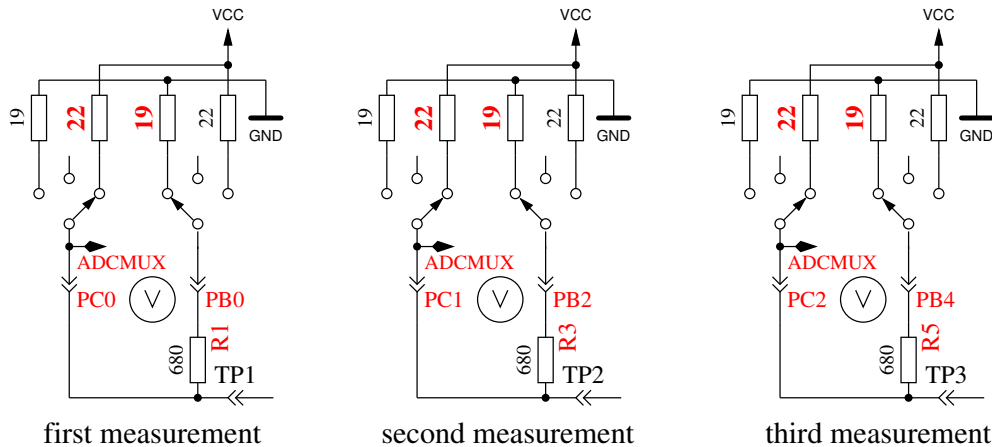

Abbildung 5.41: Messung des Innenwiderstandes des auf VCC geschalteten Port C Ausgängen.
8. **Messung des Innenwiderstandes von auf VCC geschalteten Port Ausgängen.** Der benötigte Strom wird von auf GND geschalteten 680Ω Widerständen geliefert. Es ist die gleiche Messung wie die in Test 7 zur anderen Seite, wie in Abbildung 5.41 gezeigt wird. Der Innenwiderstand wird wie folgt berechnet: $(5001 - (ErgebnisvonTest7) - (ErgebnisvonTest8))/680$. Die Widerstandswerte ergeben sich, wenn die gemessene Spannung durch diesen Strom dividiert wird. Der gefundene Mittelwert der Innenwiderstände der Ausgabe-Ports wird im EEprom festgehalten. Das Ergebnis für diesen Test wird dann in Zeile 1 mit dem Text „RI_Hi=“ in Ω angezeigt, der Innenwiderstand zur GND Seite wird in Zeile 2 mit dem Text „RI_Lo=“ angezeigt. Diese Werte stehen dann für weitere Messungen zur Verfügung.